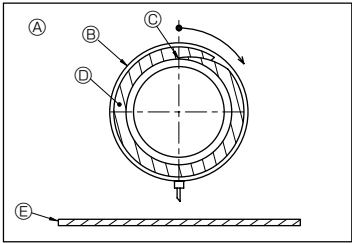

Fig. 3-6
5. Isole a porta de drenagem e o bocal de drenagem com o material de isolamento ⑦, depois ate o material com uma banda. (Tanto o material de isolamento como a banda são fornecidos com a unidade.) (Fig. 3-6)
[Fig.3-6]